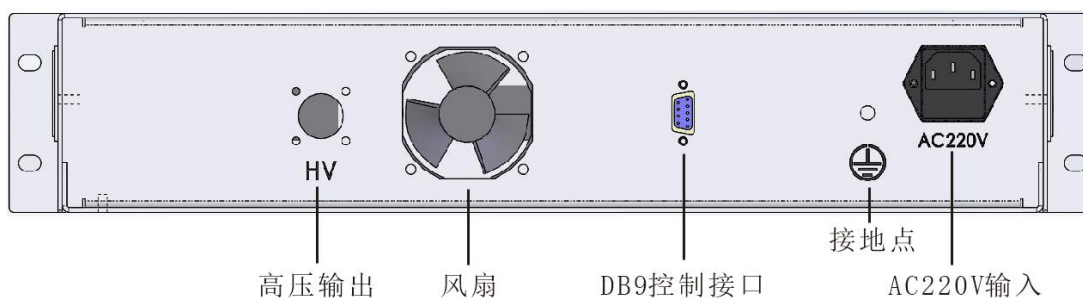

图 1-2
- ① 电源开关：该开关控制整个电源的输入，在设备检修时请尽量关闭此开关。
- ② 高压开关：该开关控制高压的开启。
- ③ 电源指示灯：高压开启时该指示灯点亮，高压关闭时该灯熄灭。
- ④ 电压设定旋钮：本地近控模式时，控制高压的输出。顺时针增大。
- ⑤ 电压输出显示：显示目前高压输出值
- ⑥ 电流设定旋钮：本地近控模式时，控制电流的输出，**注意为了不影响高压的输出，该旋钮最好顺时针打到最大输出。**
- ⑦ 电流输出显示：显示目前电流输出值
2、后面板 (如下图 图 1-2 所示)